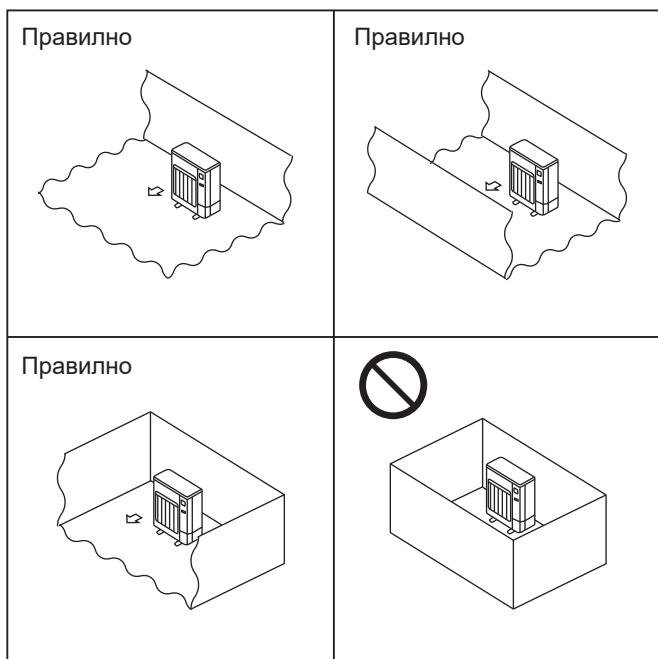

Fig. 2-1
- Ⓞ Монтирайте външните тела на място, където поне една от четирите страни е открита, и на достатъчно голямо пространство без понижено атмосферно налягане. (Fig. 2-1)